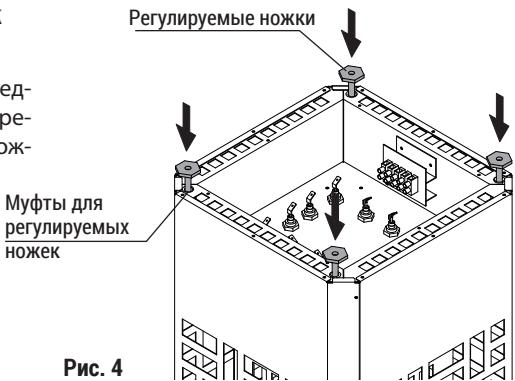

Рис. 4
- Вкрутите 5 регулируемых ножек в предусмотренные резьбовые втулки и закрепите их контргайками Регулируемые ножки . (рис. 4)